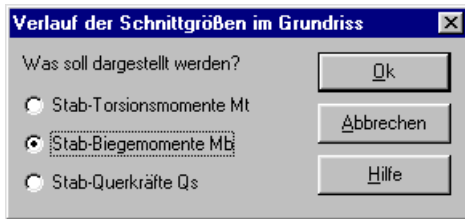

Bild 2-40 Optionsfeld "Darstellung der Schnittgrößen im Grundriss"
- Wählen Sie "Stäbe" und dann "Verlauf der Schnittgrößen im Grundriss" aus dem "Graphik"-Menü des Programms *ELPLA-Graphik*. Das folgende Optionsfeld im Bild 2-40 erscheint